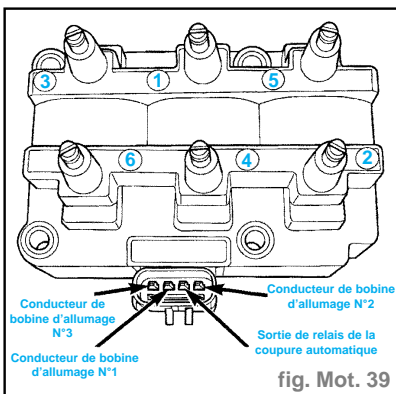

fig. Mot. 39
- 3 Connecter une lampe d'essai à la borne **B (+)** (tension de batterie) du connecteur électrique de bobine de la masse comme illustré (fig. Mot. 39). Le fil **B (+)** de bobine du système d'allumage direct (DIS) est vert foncé avec un trait orange. **Ne pas écarter la borne avec la sonde de la lampe d'essai.**